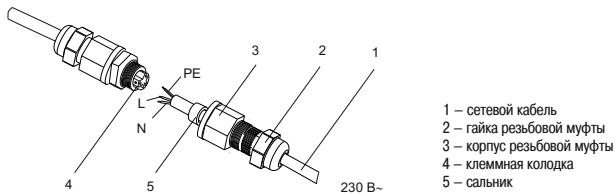

Рисунок 2
4.5 Подключение светильника к сети 230 В~ производить с использованием резьбовой кабельной муфты следующим образом (рисунок 2):
- открутить гайку (2) резьбовой муфты;
- открутить корпус (3) резьбовой муфты;